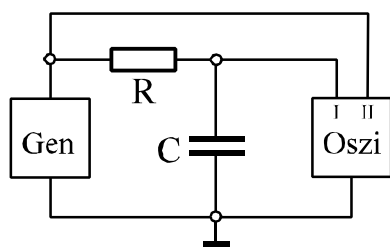

Abb. 8: Schaltung für die Messungen mit dem Oszilloskop am RC-Glied
3.2 und 3.3 Die RC-Glieder werden entsprechend Abb.8 auf einer Steckplatte aufgebaut. Der Funktionsgenerator liefert eine sinusförmige (für 3.2) bzw. rechteckförmige (für 3.3) Wechselspannung. Mit dem Oszilloskop wird die Größe bzw. der zeitliche Verlauf der Wechselspannung gemessen.
4.2 und 4.3 Bei beiden Teilversuchen sind nacheinander drei RC-Glieder auszumessen. Dazu werden erst Kondensator 1, dann Kondensator 2 und dann beide Kondensatoren parallel in die Schaltung nach Abb.8 eingesetzt. Mit Kanal I des Oszilloskops wird die